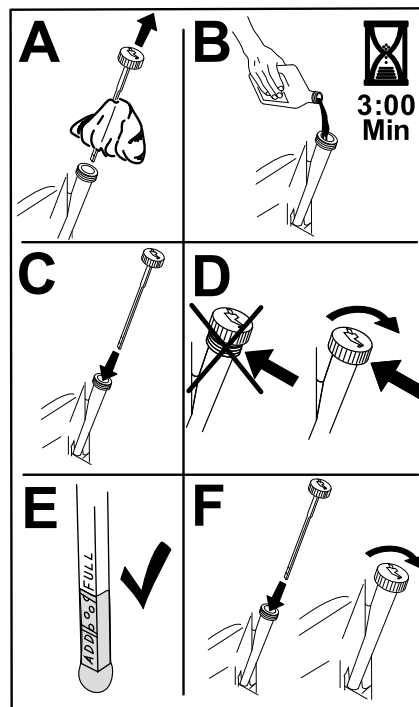

Figura 39
6. Vierta lentamente un 80 % aproximadamente del aceite especificado por el tubo de llenado, luego añada lentamente el resto del aceite hasta que llegue a la marca de Lleno (Figura 39).